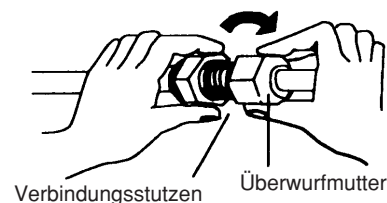

Abb. 4-5
- Verbindungsstutzen und gebördeltes Rohr gerade zueinander ausrichten und die Überwurfmutter zuerst nur locker aufschrauben, damit eine größtmögliche Paßgenauigkeit gewährleistet wird. (Abb. 4-5)